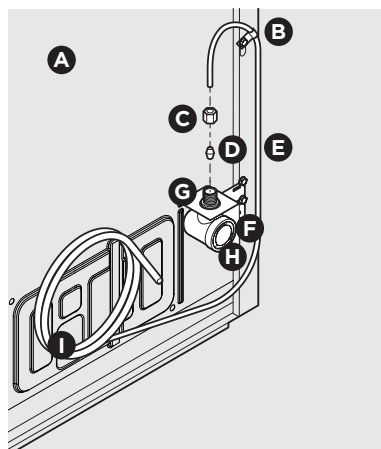
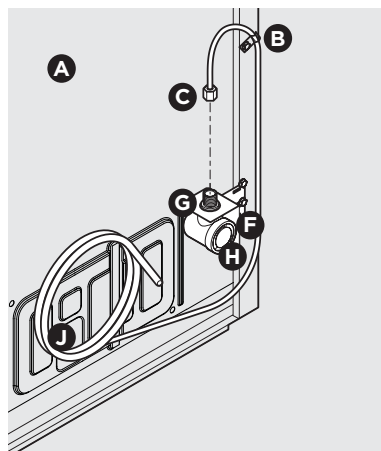

Figure 1
Figure 2
4. Si vous utilisez un **tuyau en cuivre** : faites glisser l'écrou de compression en laiton, puis placez la bague (raccord) sur la conduite d'alimentation en eau. Poussez le tuyau d'alimentation en eau dans l'entrée de la vanne d'alimentation en eau aussi loin que possible (6,4 mm [1/4 po]). Faites glisser la bague (raccord) dans l'entrée de la vanne et serrez à la main l'écrou de compression sur la vanne. Serrez un autre demi-tour avec une clé. NE PAS trop serrer. Consultez la figure 1.
Si vous utilisez un **tuyau flexible tressé en acier inoxydable**, l'écrou est déjà assemblé sur le tuyau. Faites glisser l'écrou sur l'entrée de la vanne et serrez l'écrou à la main sur la vanne. Serrez un autre demi-tour avec une clé. NE PAS trop serrer. Consultez la figure 2.
B	Pince en acier (fig. 1 : 6,4 mm [1/4po]; Fig. 2 : 12,7 mm [1/2 po])